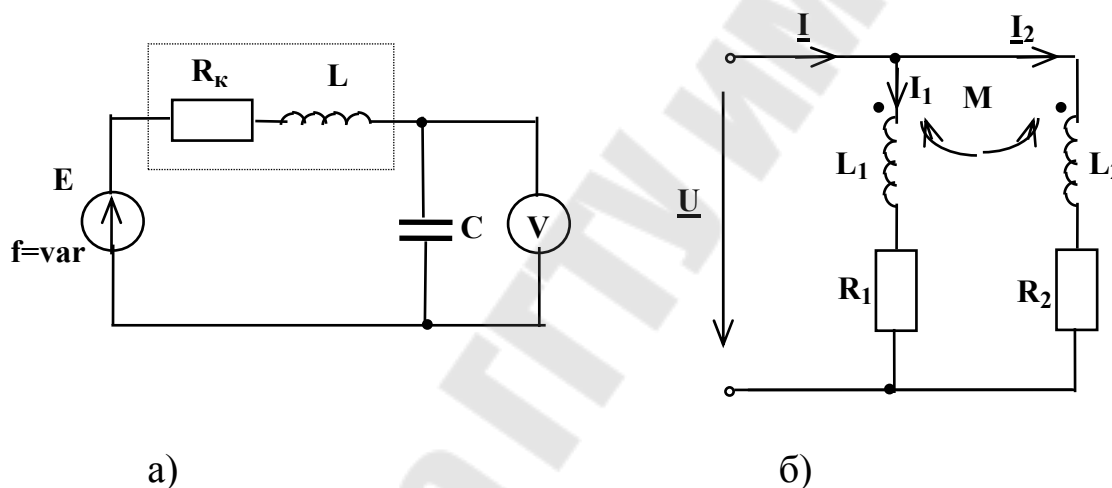

Рис.7.2
Рассмотрим способ измерения индуктивностей резонансным методом. Индуктивность измеряют по схеме рис.7.2,а, в которой последовательно с реальной катушкой включен конденсатор с известной емкостью.
Определим токи во всех ветвях, входное сопротивление и эквивалентную индуктивность цепи, показанной на рис.7.2,б. Поскольку в цепи три ветви, следует составить три уравнения по законам Кирхгофа
5. Рассчитайте токи в ветвях, входное сопротивление и эквивалентную индуктивность цепи с параллельным соединением индуктивно-связанных катушек. Соберите электрическую цепь по схеме рис.7.2,б. Задайте входное напряжение U такое, чтобы токи в катушках не превышали величину 100 мА. Результаты расчета и измерений занесите в табл.7.5.